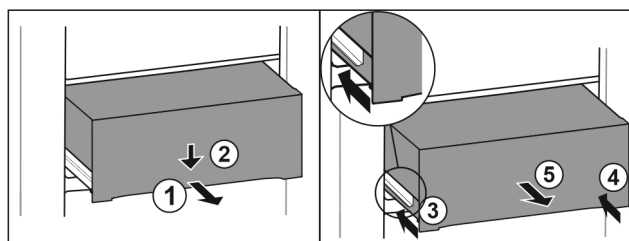

Fig. 131
- Vytiahnite zásuvku do polovice. Fig. 131 (1)
- Zatlačte zásuvku na prednej strane smerom nadol. Fig. 131 (2)
- Zasuňte ľavú koľajničku o cca 2 cm. Fig. 131 (3)
- Zasuňte pravú koľajničku o cca 2 cm. Fig. 131 (4)
- Odoberte zásuvku dopredu. Fig. 131 (5)